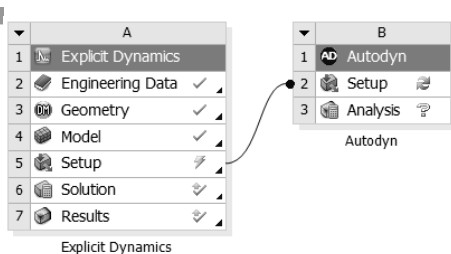

图 11-68 数据共享
Step2: 双击项目 A 中的 A5 栏, 进行计算, 计算完成后如图 11-68 所示。双击项目 B 的 B2 栏, 即可启动 Autodyn 软件。